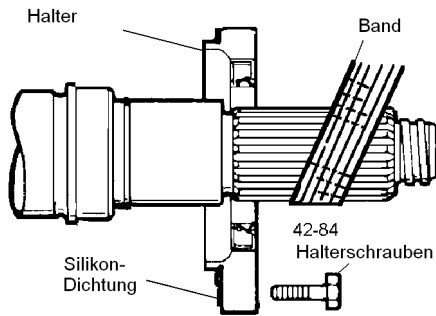

Abb.71 Ausbau der Lagerhalter
Hinweis: Schützen Sie die Förderseitigen Enden der Wellen mit Klebeband, siehe Abb. 71 und 73.
3. Entfernen Sie die Schrauben, die das vordere Lager halten, (Abb. 71) und ziehen Sie die Lagerhalter ab. Wenn ein Halter fest sitzen sollte, belassen Sie ihn dort; er wird mit ausgepresst, wenn die Welle entfernt wird.